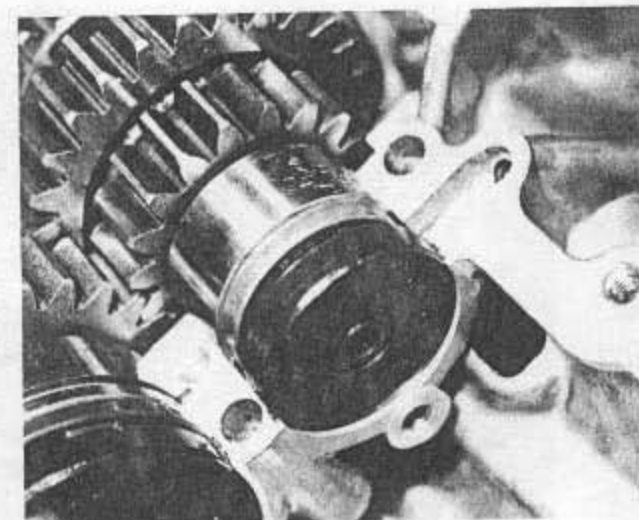

Bild 82
- Man vergesse nicht, den Wellendichtring der Kupplungsdruckstange anzubringen. Er sitzt am linken Ende der Getriebewelle (Bild 82).